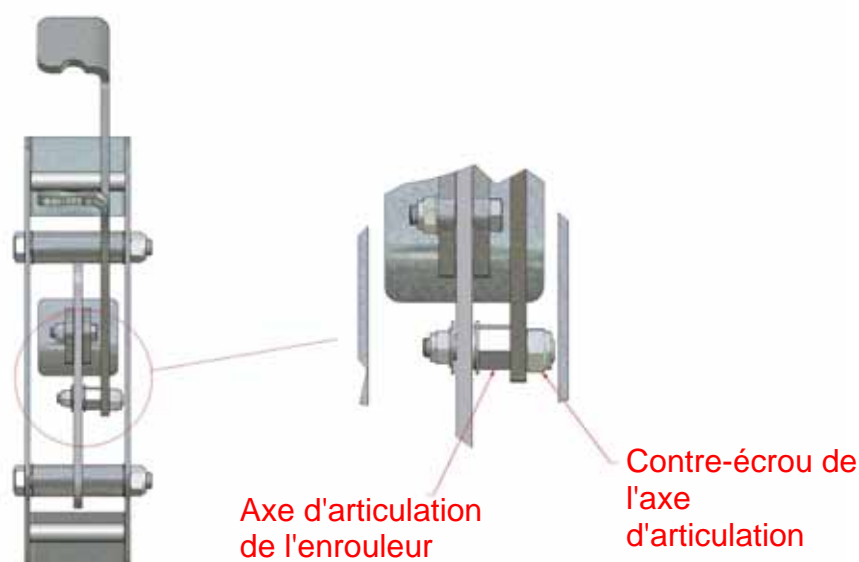

Figure 33 : réglage de la détente du loquet
- Si la détente du loquet de verrouillage venait à s'user pour finir par empêcher le loquet de rester en position déverrouillée, il est possible d'ajuster l'axe d'articulation de l'enrouleur pour en accroître la force de détente. Desserrer le contre-écrou de l'axe et faire tourner l'axe d'articulation de l'enrouleur sur 1/8e de tour, Figure 33. Serrer le contre-écrou de l'axe d'articulation et tester, et répéter l'opération si nécessaire.